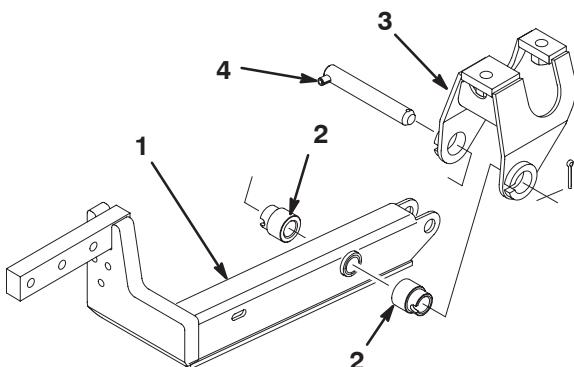

Bild 1
4. Befestigen Sie einen Hubarm mit zwei Distanzstücken, einem Schwenkstift und einem Splint (5/32 x 1–3/4 Zoll) an der Schwenkhalterung. Befestigen Sie den Hubarm so, dass das Knie außen ist (Bild 1).